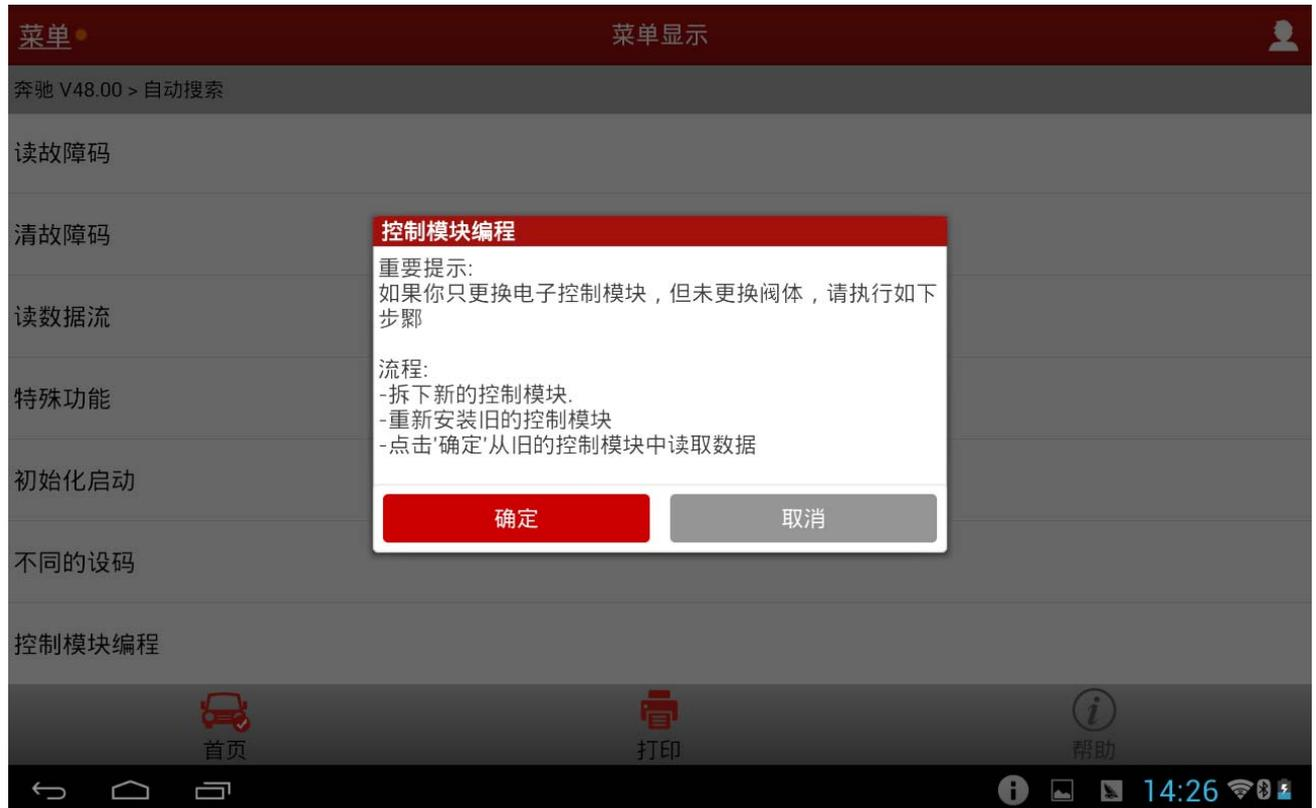
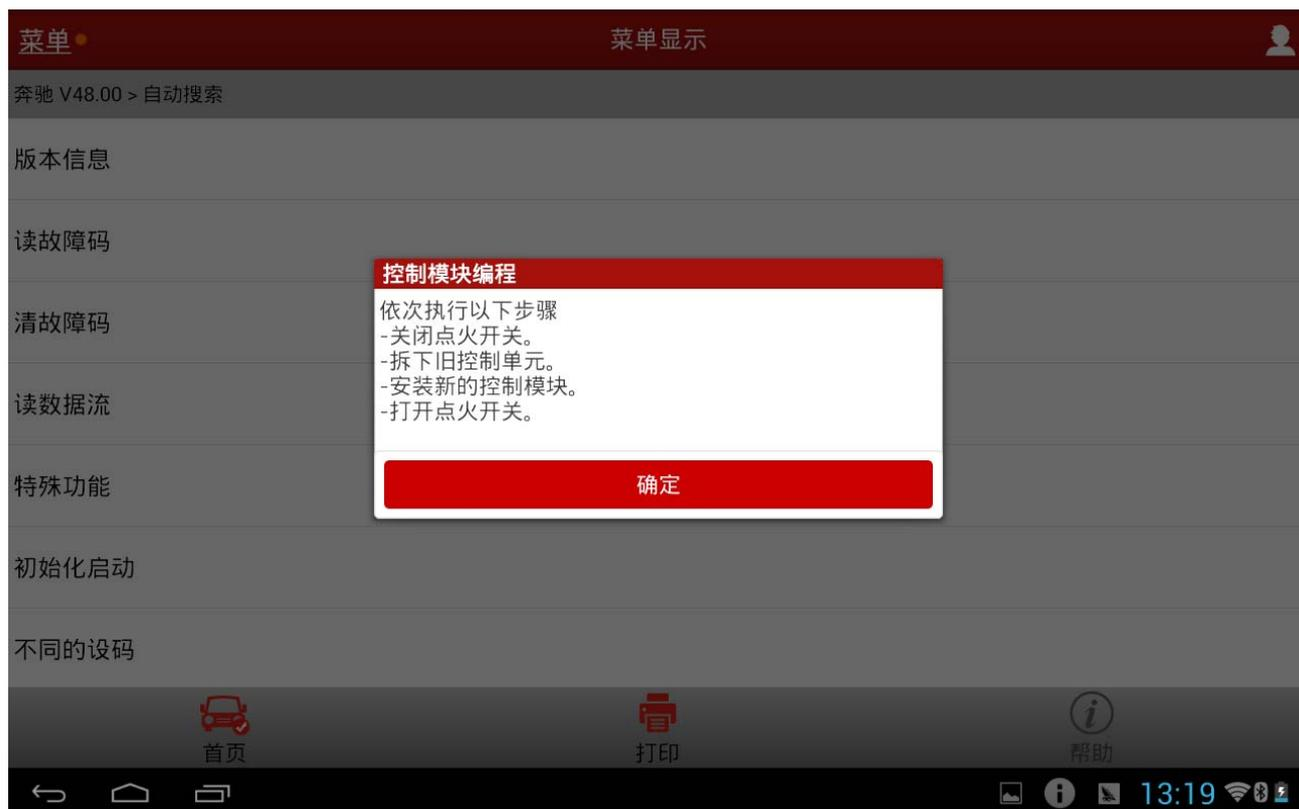

图 1
图 2
- 1). 选择波箱控制单元功能菜单中的“控制模块编程”功能，提示是否需要重新安装旧的波箱控制模块，如果需要，则按照(图 1)的流程提示进行操作，安装好旧的控制模块后点击”确定”读取旧控制单元的调校数据，读取完成后按照(图 2)提示进行操作，更换好新的控制模块后点击”确定”进入步骤 2。否则点击”取消”跳过读取旧控制模块数据的步骤，进入步骤 2。